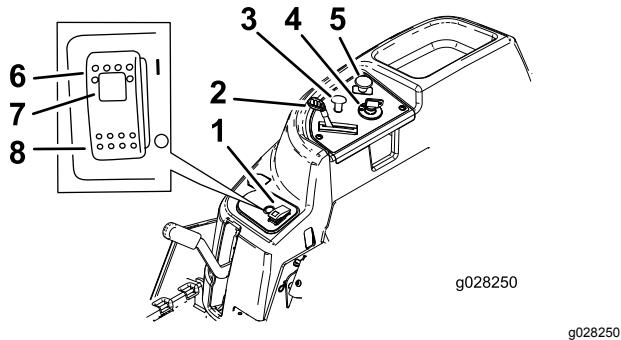

Bild 6
Die Gasbedienung steuert die Motordrehzahl und hat eine fortlaufend variable Einstellung von SLOW (LANGSAM) bis FAST (SCHNELL) (Bild 6).
Mit dem Zapfwellenantriebsschalter, der durch ein Zapfwellensymbol dargestellt wird, kuppeln Sie den Antrieb der Mähwerkmeßter ein oder aus (Bild 6).
- Drücken Sie den Smart Park™-Schalter in die EIN-Stellung (Bild 6).